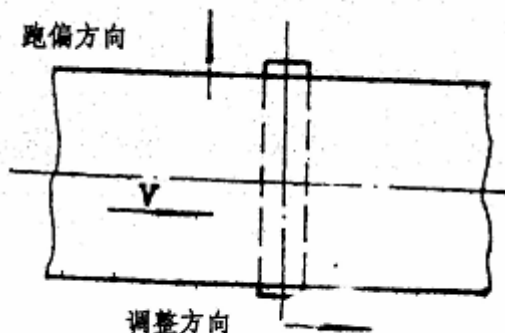

图 19
③DJA 型输送机，中间部分一般跑偏不太严重，只需要调整一下调心托辊就可以，其调整方向如图 19。